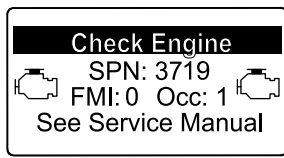

Figure 22
- Avertissement moteur SPN 3719, FMI 0 (Figure 22)